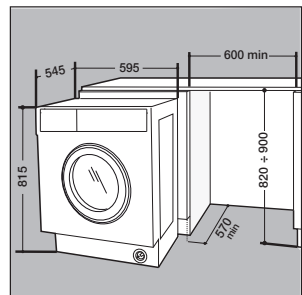

Fig. 6
- Empurrar a máquina na abertura, alinhá-la aos outros móveis (*fig. 6*).